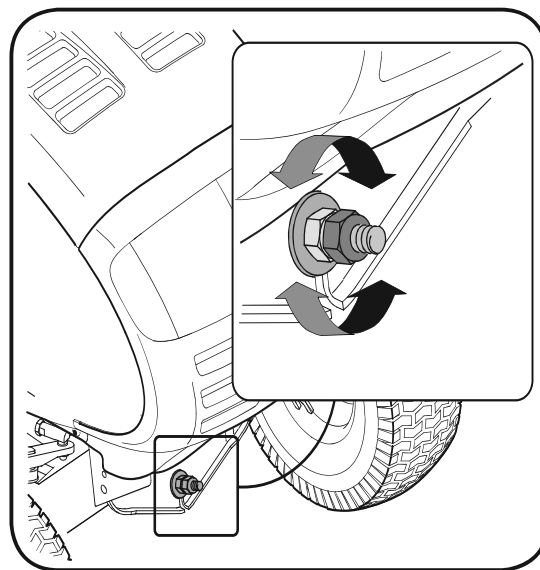

Figura 5-1
3. Localize a porca de fixação e a porca de ajuste na parte da frente do suporte da barra estabilizadora. Ver a figura 5-1.